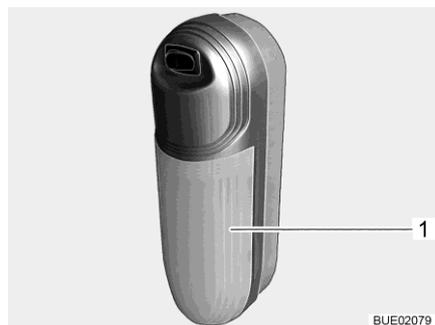

Bild 317 Aufbauleuchte
- Transparente Abdeckung (Bild 317,1) leicht vom Schalter wegziehen und abnehmen.